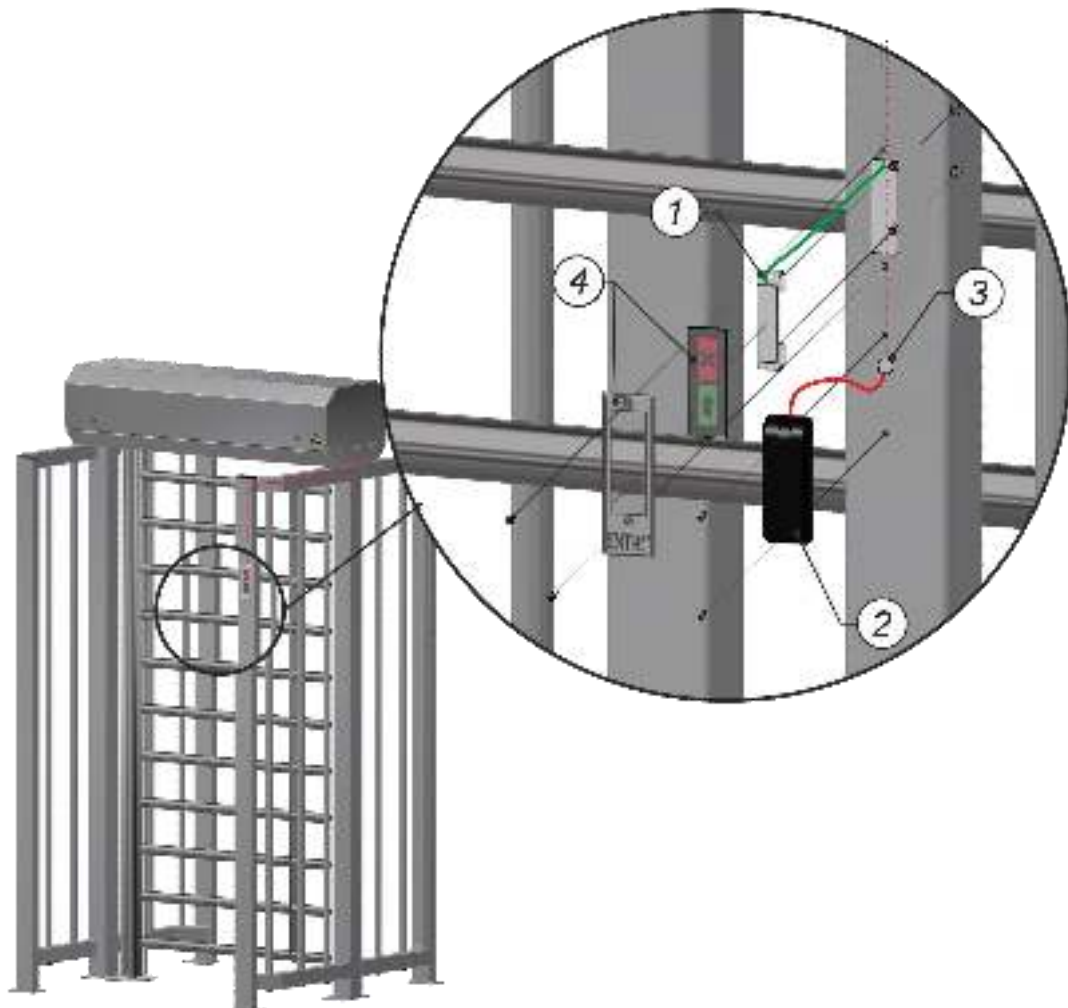

Рис.9 - Встановлення зчитувача безконтактних карт та табла індикації
- Зробіть отвори (3) біля табла індикації у торці стінки проходу (див. рис. 9), за розміром відповідно до обраного замовником зчитувача. Протягніть кабель до контейнера, закріпіть зчитувач (2) на стійці та підключіть;
- Встановіть кронштейн з індикацією (1) у стінку проходу, протягніть кабель до контейнера, встановіть панель (4) на світлове табло індикації та закріпіть гвинтами.